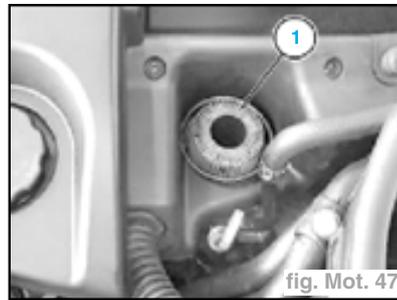

fig. Mot. 47
- Sortir la cartouche de filtre à huile (1) (fig. Mot. 47).